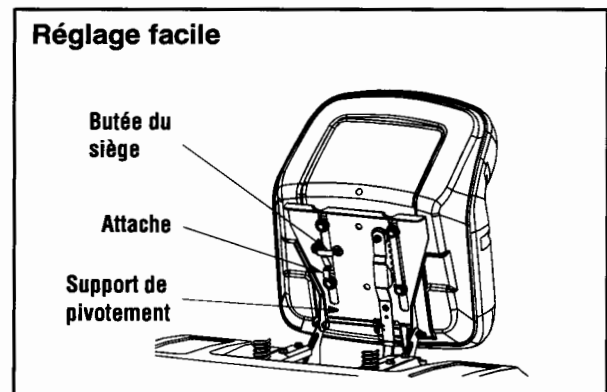

Figure 4
Référez-vous à la Figure 4 et la , identifier le style de siège de votre tracteur et suivre les instructions applicables.
REMARQUE: Si le siège était installé à l'envers sur le support de pivotement pour l'expédition, tirez sur l'attache qui se trouve sur la butée du siège et maintenez-la ouverte pendant que vous dégagez le siège du support de pivotement. Voir la Figure 4.
- Glissez le siège jusqu'à ce que la rondelle d'espacement avant du siège s'imbrique dans le butée. Voir la Figure 4.